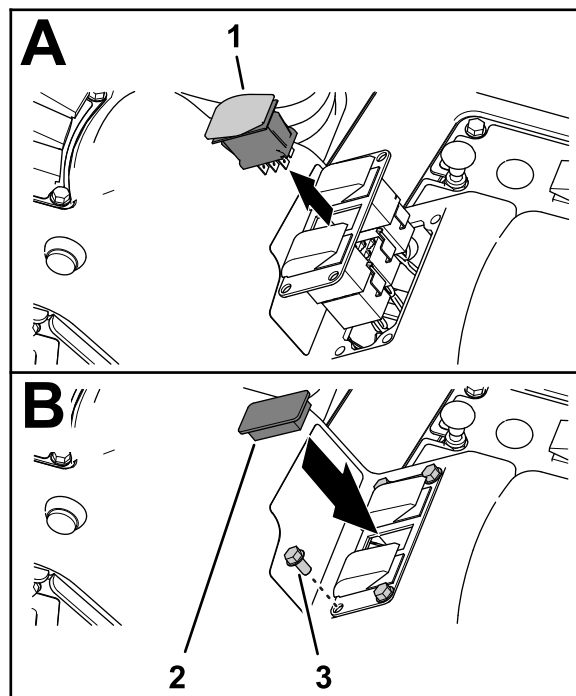

图32
- 将喷洒率控制开关的锁定凸耳挤压到一起将开关推出 3 开关面板 图32。
- 使用在步骤 1 中卸下的 4 个凸缘头螺丝 1/4 x 1/2 英寸将 3 开关面板组装到控制台上 图32。